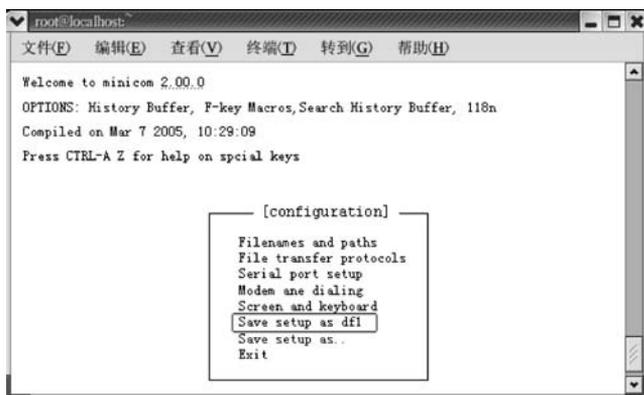

图 5.5 保存为 df1
(4) 选择 Save setup as dfl 项,将设置保存为默认值(这里,dfl 代表 default),如图 5.5 所示。
(5) 选择 Exit 退回到 minicom 界面。